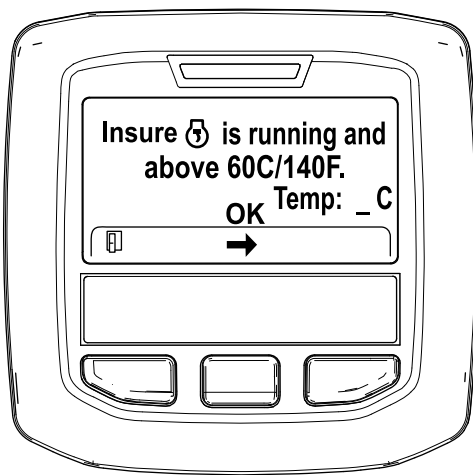

Figura 32
5. Se la temperatura del refrigerante è inferiore a 60°C, viene visualizzato il messaggio "Insure is running and above 60C/140F" (Assicurarsi che sia in funzione e sopra 60 °C). (Figura 32).